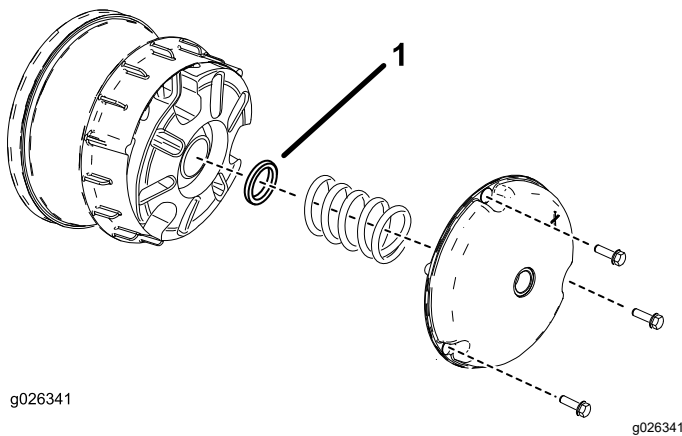

Bild 51
1. Entfernen Sie die Schrauben, mit denen die Abdeckung der Hauptkupplung befestigt ist, wie in Bild 51 abgebildet.